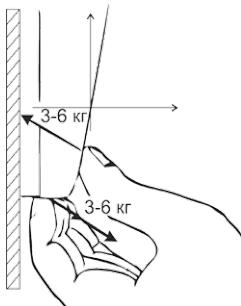

Рисунок 11. Снятие передней панели блока
- Снимите переднюю панель блока, изогнув ее относительно точки «0» в соответствии с рис. 11. Большие пальцы расположите над защелками и как можно ближе к точке «0».